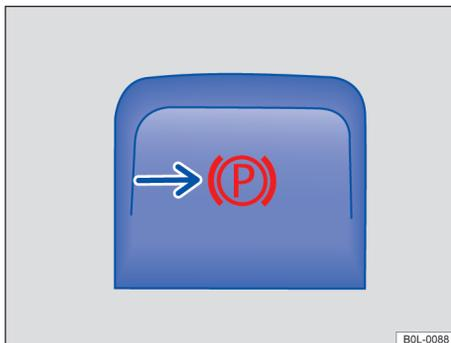

图 96 中控台上：电子驻车制动器按钮
- 打开电子驻车制动器 → 第 97 页。如按钮中的指示灯 → 图 96 点亮红色，组合仪表显示屏中的指示灯 (P) 点亮红色，则表示电子驻车制动器已打开。
- 如按钮中的指示灯 → 图 96 和组合仪表显示屏中的红色指示灯  均点亮，则表示电子驻车制动器已打开。
- 按钮 → 图 96 中的指示灯以及组合仪表显示屏中的指示灯  均熄灭。